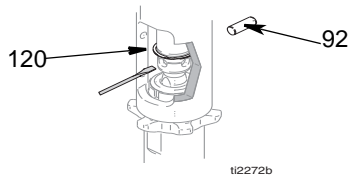
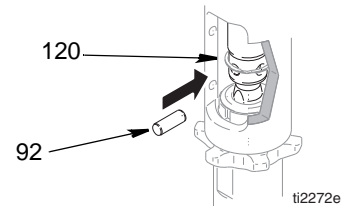

图 8
图 11
4. (图 8) 将锁紧环 (120) 向上推，然后将销针 (92) 推出。
2. (图 11) 缓慢拉发动机的起动机绳，直到泵活塞柱销针孔与液压杆孔对准。图 8。将销针 (92) 推入孔内。将锁紧环 (120) 推入凹槽。